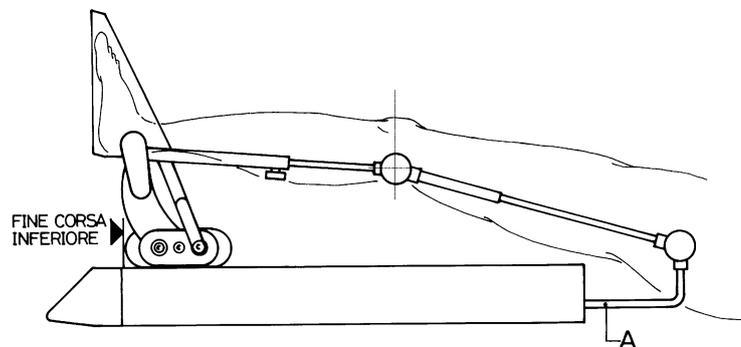

Fig. 4
Premere il tasto  per portare il carrello al finecorsa inferiore (fig.4).
- Posizionare l'asta posteriore A nel foro DS o SN (vedi adesivo B), rispetto all'arto DS o SN del paziente (fig. 4 e 5).